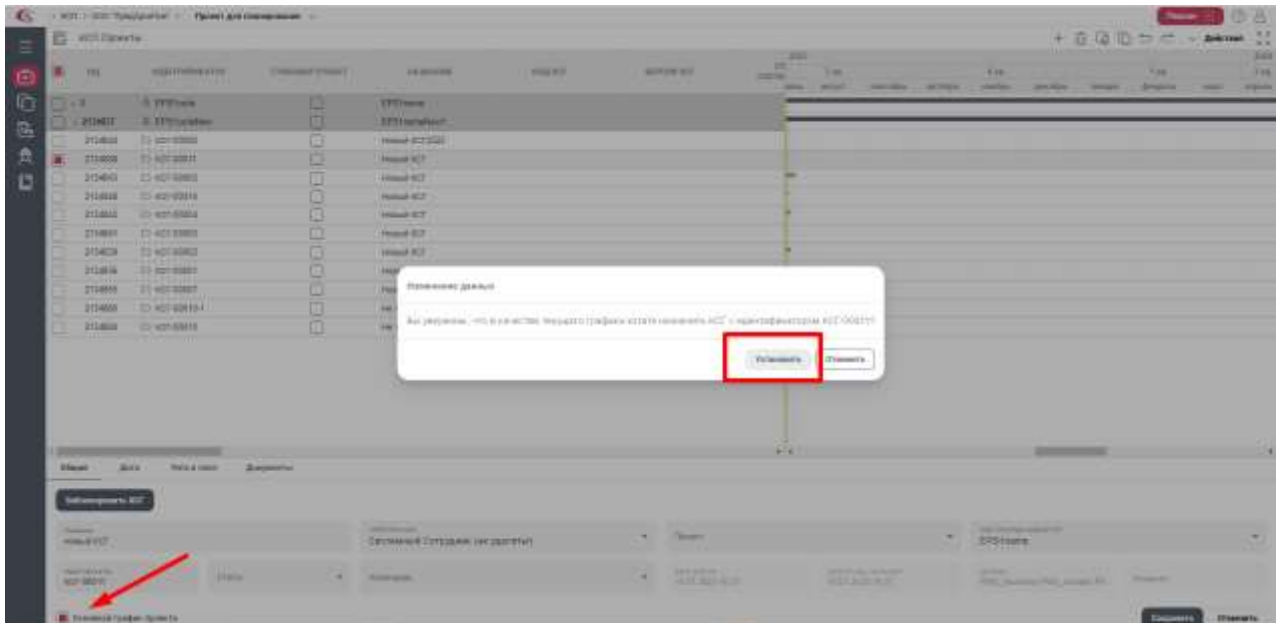

Рисунок 59– Раздел «Проекты», назначение главного графика проекта
2. В модальном окне нажать «Да» и в нижнем правом углу нажать кнопку Сохранить (Рисунок 59).